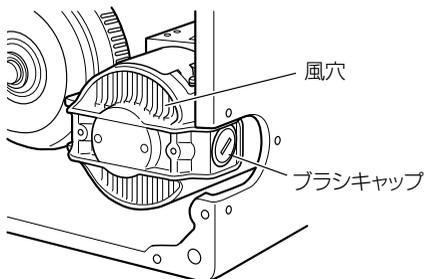

図 13
- (3) ブラシキャップを付属のマイナスドライバーではずしますと、カーボンブラシが取り出せます。(図 13)
50 時間ぐらい使用しましたら、モーターを無負荷運転させて、湿気のない空気をハウジングの風穴 (図 13 参照) から吹き込んでください。